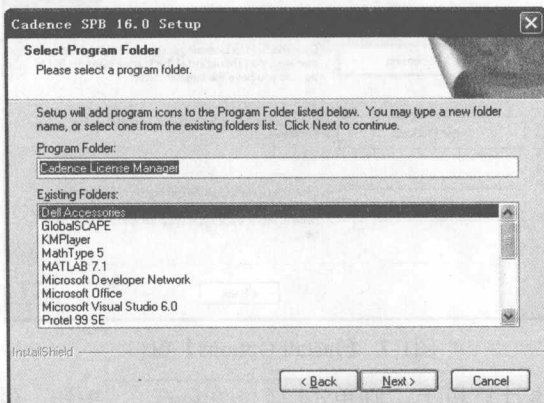

图1-10 选择程序文件夹对话框
(6) 单击 **确定** 按钮，出现选择程序文件夹对话框，如图 1-10 所示。